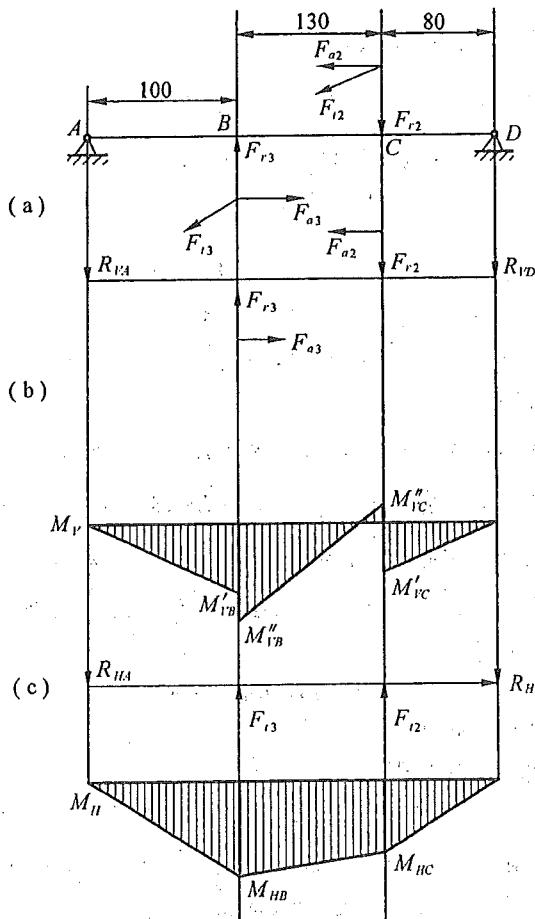

图 14-2
(2) 轴的受力简图(图 14-2(a))
(3)求垂直面的支反力,绘制弯矩图(图 14-2(b))
(4)求水平面的支反力,绘制弯矩图(图 14-2(c))